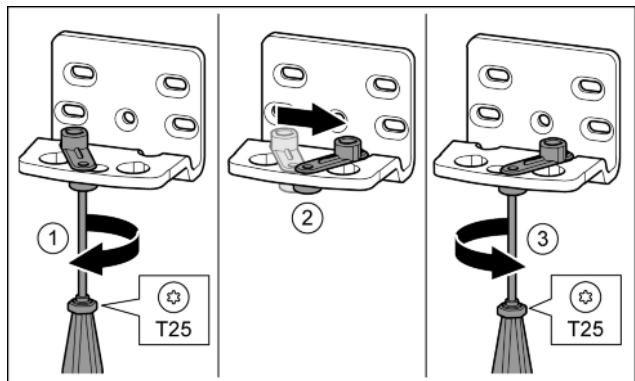

Fig. 12
- ▶ С отвертка T25 завийте хлабаво винта. Fig. 12 (1)
- ▶ Повдигнете помощното приспособление за затваряне на вратата и го завийте в отвора с 90° надясно. Fig. 12 (2)
- ▶ С отвертка T25 затегнете винта. Fig. 12 (3)